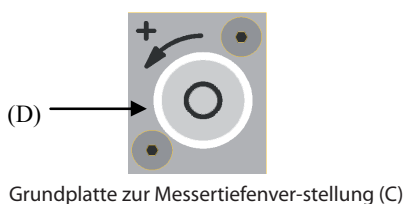
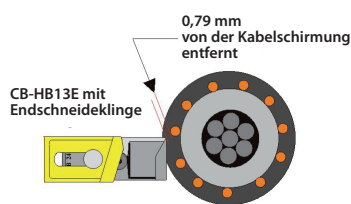

Abb. 3
Abb. 4
Schritt 2. Sobald das Werkzeug um das Kabel fixiert ist, stellen Sie die Klinge ein: Drehen Sie den Klingeneinstellknopf (D) gegen den Uhrzeigersinn in Pfeilrichtung (Abb. 3), um die Einschnitttiefe der Klinge in die Isolation zu erhöhen. Drehen Sie den Klingeneinstellknopf im Uhrzeigersinn in entgegengesetzte Pfeilrichtung (Abb. 3), um die Einschnitttiefe der Klinge zu vermindern. Stellen Sie die Klinge so ein, dass sie rund 0,79 mm vom Kabelschirm entfernt ist (siehe Abb. 4 und 5). Drehen Sie das Werkzeug gegen den Uhrzeigersinn um eine ganze Umdrehung und achten Sie darauf, dass die Klinge immer 0,79 mm oder mehr vom Kabelschirm entfernt ist. Wenn die Klinge einen Leiter des Kabelschirms berührt, drehen Sie am Klingeneinstellknopf solange im Uhrzeigersinn bis die Klinge 0,79 mm vom Schirm entfernt ist.